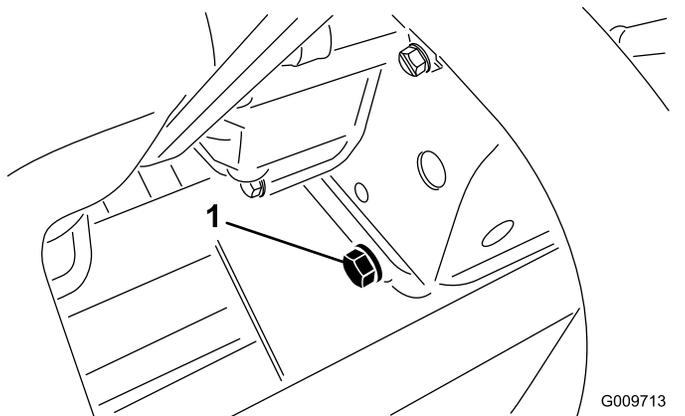

Figura 89
2. Retire el tapón de vaciado (Figura 89) y deje fluir el aceite a un recipiente apropiado.